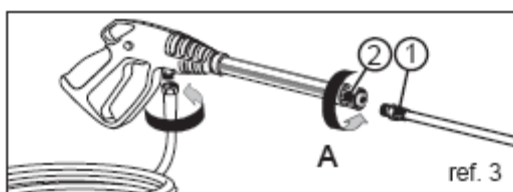

Рис. 3
Для установки струйной трубки на пистолет достаточно вставить резьбовой конец струйной трубки (см. рис. 3, поз.1) в отверстие на пистолете (см. рис. 3, поз. 2); затем ввернуть струйную трубку, как указано стрелкой (A) до полного соединения (см. рис. 3).